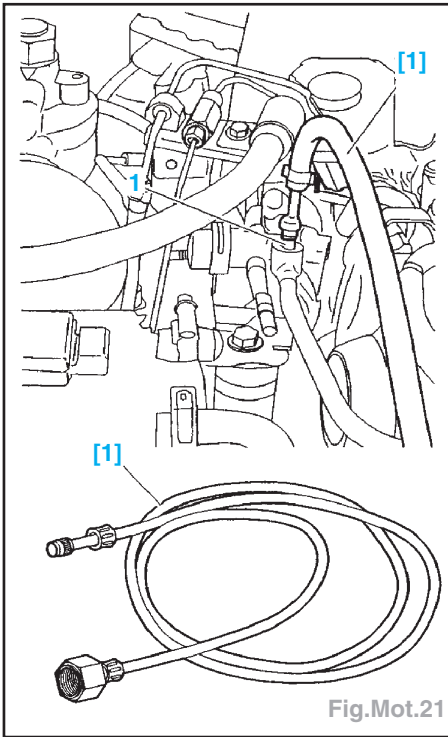

Fig.Mot.21
- Raccorder l'outil **4192-T** sur la valve de purge (1) du circuit et recueillir le carburant (Fig.Mot.21).